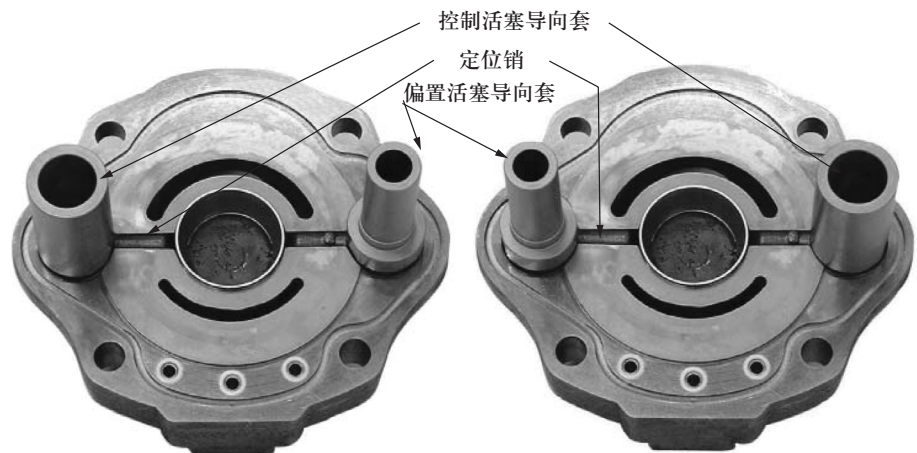

图 4A
18. 使用乐泰 Primer 7469胶水紧固螺纹并风干。在控制活塞导向套和偏置活塞导向套安装无润滑的O型圈。使用乐泰272紧固导向螺纹。右旋泵偏置活塞导向套安装在最靠近定位销处(图4A)，左旋泵控制活塞导向套安装在最接近定位销处(图4B)。用表3所示扭矩拧紧控制活塞和偏置活塞导向套。